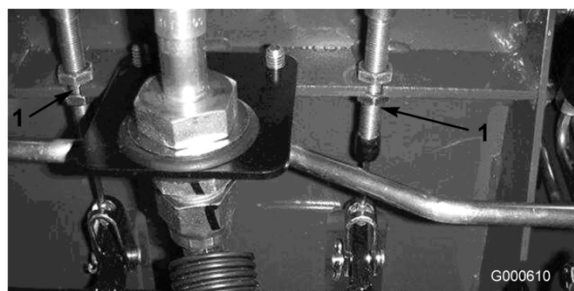

Figura 51
- A. Afloje la tuerca delantera del extremo roscado del cable de freno (Figura 51).